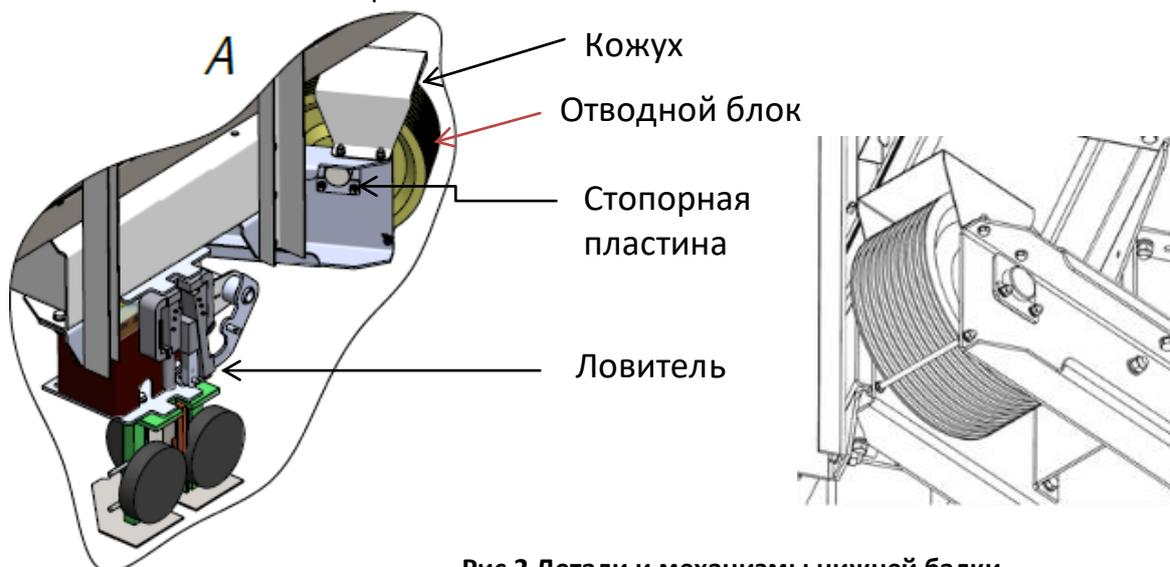

Рис.2 Детали и механизмы нижней балки
10. Открутить болты стопорной пластины и кожуха. (рис.2)
Рис. 2а Кабина проекта 1410
6. Открутить болты стопорной пластины и кожуха. (рис.2)